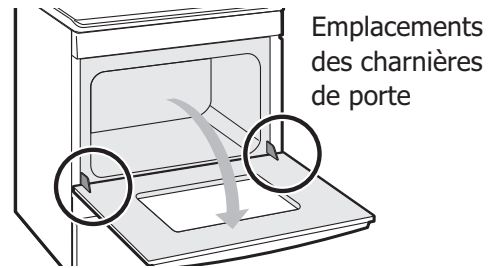

Figure 32 : Emplacement des charnières de porte
1. Ouvrir complètement la porte du four, parallèle au plancher (voir Figure 32).
3. Ouvrir complètement la porte du four, parallèle au plancher (voir Figure 32).